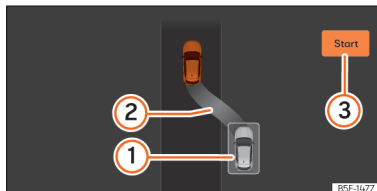

Abb. 156 Am Bildschirm des Kombi-Instruments: parallel zur Fahrbahn ausparken.
- Fahren Sie rückwärts, bis das Dauertonsignal des ParkPilot ertönt; **ODER:** fahren Sie zurück, bis am Bildschirm des Kombi-Instruments die Anzeige zur Vorwärtsfahrt erscheint. Die Fortschrittsanzeige » (Abb. 156) ③ zeigt den zurückzulegenden Abstand an.